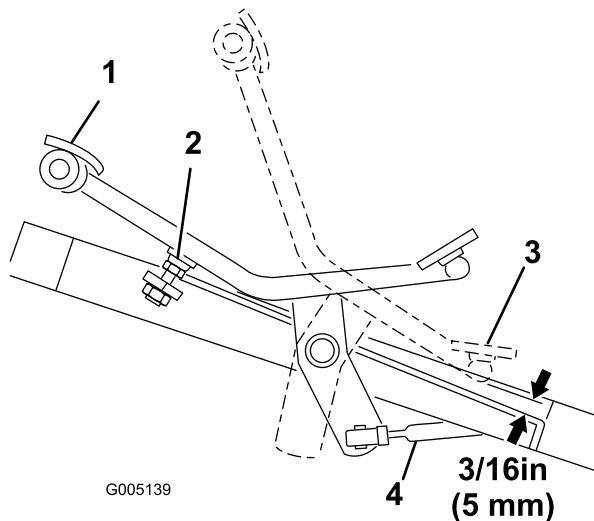

Bild 40
1. Drücken Sie das Fahrpedal ganz nach vorne durch, bis die Ventilspule im 5. Abschnitt vollständig herausgezogen ist. Dabei muss das Pedal den Pedalanschlag berühren (Bild 40).
2. Prüfen Sie die Entfernung zwischen der Unterseite des Pedals und dem Fußbrett, siehe Bild 40. Der Abstand sollte ungefähr 5 mm betragen. Sie müssen die Fahrschaltstange einstellen, wenn der Abstand mehr oder weniger als 5 mm beträgt. Führen Sie folgende Schritte aus:
- Entfernen Sie die Klemmmutter und das Kugelgelenk, mit denen die Schaltstange (Bild 40) an der Fahrwellen-Schwenkplatte befestigt ist.